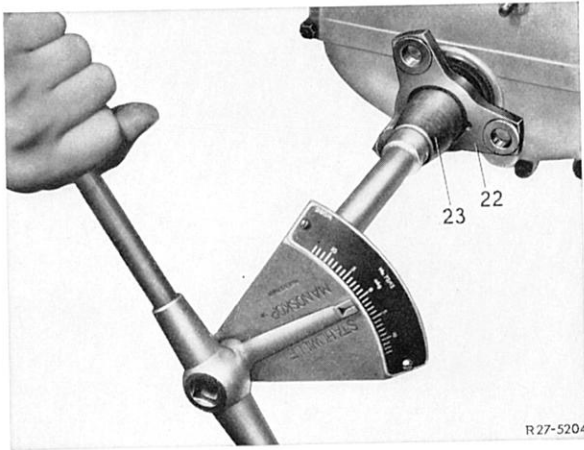

Bild 27-11/11
13 Schraubenrad (28) mit Vierkantwelle (29) herausnehmen (Bild 27-11/13).